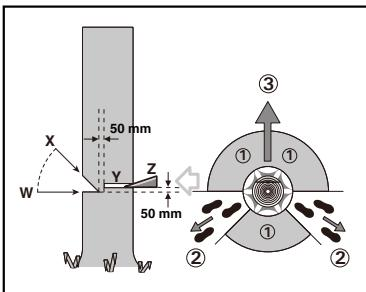

Abb. 1
Vor Beginn der Fällarbeiten sollte ein Fluchtweg geplant und bei Bedarf freigeräumt werden. Der Fluchtweg sollte nach hinten und diagonal hinter der erwarteten Falllinie verlaufen, wie in Abbildung 1 dargestellt.
Schneiden Sie die Kerbe um 1/3 des Baumdurchmessers senkrecht zur Fallrichtung ein, wie in Abbildung 1 dargestellt. Machen Sie zuerst den unteren horizontalen Kerbschnitt (W). Dadurch wird ein Einklemmen der Sägekette oder der Führungsschiene vermieden, wenn die zweite Kerbe (X) gemacht wird.
Führen Sie den Rückschnitt (Y) mindestens 50 mm höher aus als den horizontalen Kerbschnitt, wie in Abbildung 1 dargestellt. Halten Sie den Fällschnitt parallel zum horizontalen Kerbschnitt. Führen Sie den Fällschnitt so durch, dass genügend Holz übrigbleibt, das als Scharnier dient. Das Scharnierholz verhindert, dass sich der Baum verdreht und in die falsche Richtung fällt. Schneiden Sie nicht durch das Scharnierholz.
Wenn der Baum zu fallen beginnt, entfernen Sie die Kettenäge aus dem Schnitt, schalten Sie den Motor aus, setzen Sie die Kettenäge ab und verwenden Sie dann den geplanten Rückzugsweg (2). Achten Sie auf herabfallende Äste und achten Sie auf Ihren Stand. (See Figure 1.)